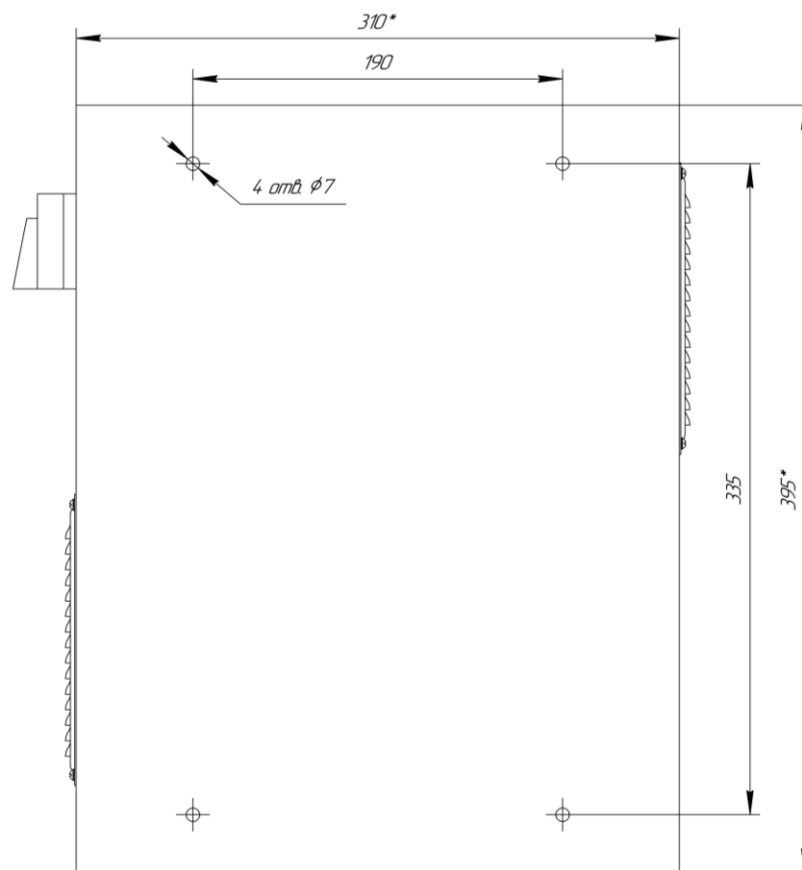

Рисунок 2. Разметка крепления ШУЭ
6.3. После проверки шкафа закрепить его на вертикальную плоскую поверхность (см. рисунок 2).